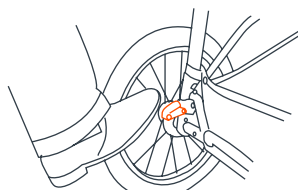

Fig. 14
14) • Pour engager les freins, appliquer une pression légère vers le bas sur le levier de verrouillage situé sur chaque roue arrière. Engager les freins peut exiger un léger mouvement vers l'avant ou vers l'arrière dans le but d'aligner les dents sur le frein avec les roues (Fig. 14).